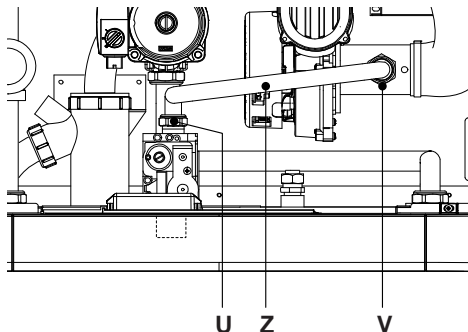

Figura 8.1
- Svitare i girelli (U) e (V) e rimuovere il tubo del gas (Z) in Figura 8.1.